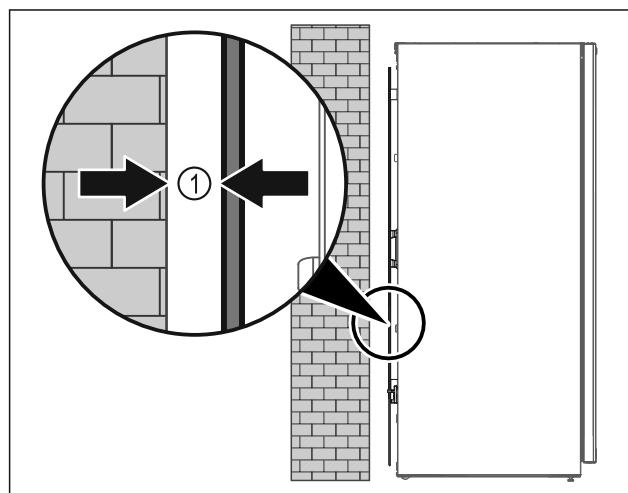

Fig. 4
- ▶ Ställ upp apparaten fritt i rummet eller direkt mot en vägg med ett minimiavstånd på 5 mm Fig. 4 (1) från väggen.